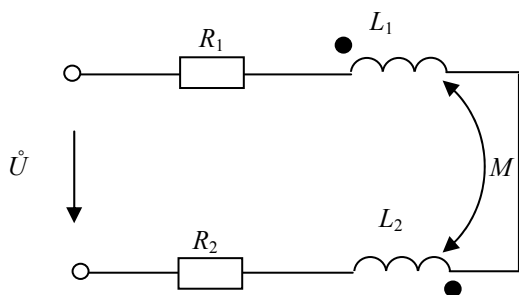

Рис. 2.38
2.3.9. Определить комплексный ток в цепи, изображенной на рис. 2.38, если известно:  $\dot{U} = 130$  В ;  $R_1 = 6$  Ом ;  $R_2 = 3$  Ом ;  $\omega L_1 = 3$  Ом ;  $\omega L_2 = 7$  Ом ;  $\omega M = 1$  Ом .